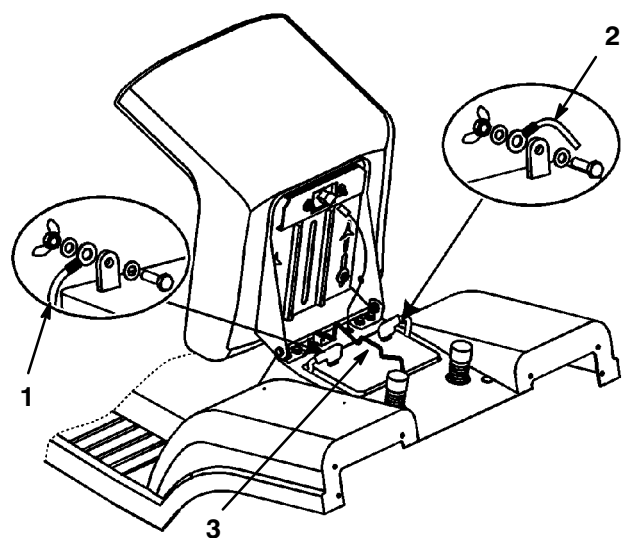

Figure 23
3. Soulever le capuchon de caoutchouc et le glisser plus haut sur le fil négatif (noir). Déconnecter le fil négatif (noir) de mise à la masse de la borne négative de la batterie (Fig. 23).
4. Glisser le capuchon de caoutchouc plus haut sur le fil positif (rouge). Déconnecter le fil positif (rouge) de la borne positive de la batterie (Fig. 23).
5. Déposer la tige de maintien de la batterie (Fig. 23).
1. Poser la batterie dans le châssis avec les bornes tournées vers l'avant de la tondeuse (Fig. 23).
2. Fixer la batterie au châssis à l'aide de la tige de maintien (Fig. 23).
3. Connecter le fil positif (rouge) à la borne positive (+) de la batterie à l'aide du boulon et de l'écrou papillon (Fig. 23). Glisser le capuchon de caoutchouc sur la borne de la batterie.
4. Connecter le fil négatif (noir) à la borne négative (-) de la batterie à l'aide du boulon et de l'écrou papillon (Fig. 23). Glisser le capuchon de caoutchouc sur la borne de la batterie.